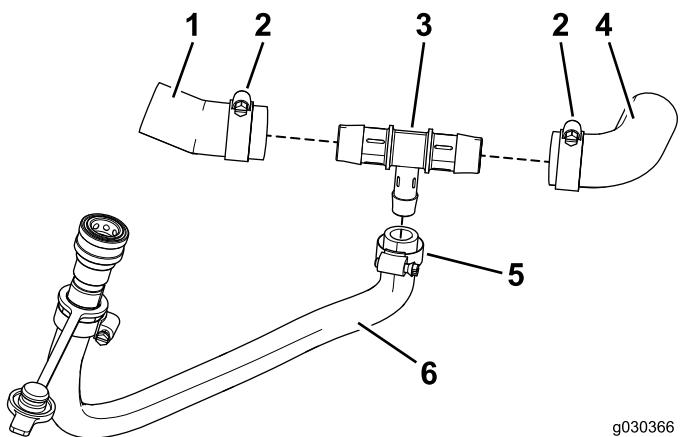

Figure 31
- Placez les moitiés gauche et droite du flexible sur le raccord en T (Figure 31).
- Fixez le flexible sur le raccord en T à l'aide des grands colliers (Figure 31).